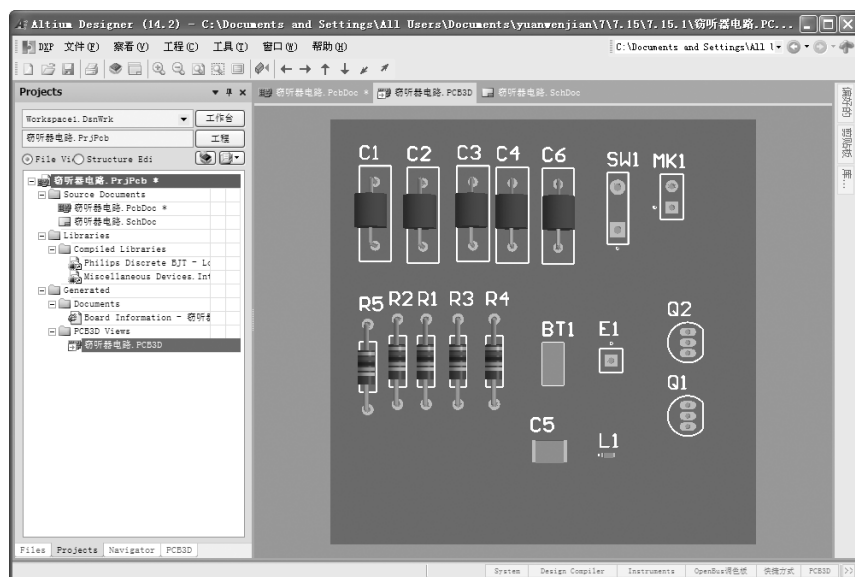

图 8-55 PCB 板 3D 效果图
4) 选择菜单栏中的“工具”→“遗留工具”→“3D 显示”命令，系统生成该 PCB 的 3D 效果图，加入到该项目生成的“PCB 3D Views”文件夹中，如图 8-55 所示。